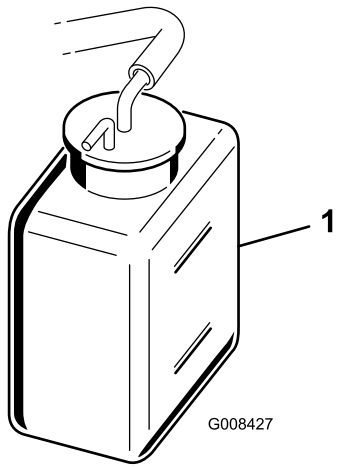

Figura 42
2. Verifique o nível do líquido de arrefecimento do motor (Figura 41 e Figura 42).